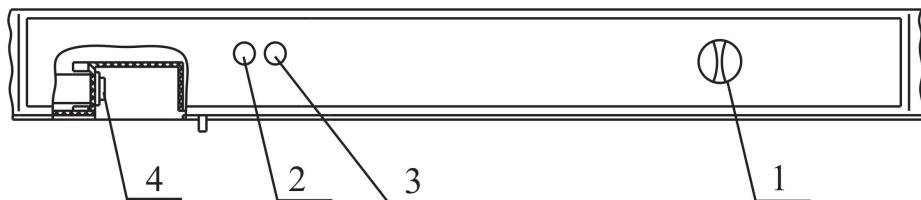

Рис. 2 Схема расположения приборов управления и сигнализации
6.1 Включение и отключение холодильника производится штепсельной вилкой сетевого шнура (не рекомендуется тянуть за сетевой шнур). Загоревшаяся зеленая лампа 2 (рис.2) на панели свидетельствует о том, что холодильник включен в электросеть. Желтая индикаторная лампа 3 горит при работе холодильника в режиме замораживания.
6.2 Температурный режим в холодильной камере устанавливается путем поворота ручки терморегулятора 1 (рис.2) до выбранного по шкале температурного режима. При этом:
6.3 Если Вы хотите сократить время замораживания продуктов, то можете использовать режим замораживания. Режим замораживания включается нажатием клавиши переключателя 4 (рис.2) . При этом на панели загорается индикаторная лампа 3 (рис.2).
ВНИМАНИЕ! Не позднее 24 часов после загрузки последней партии продуктов переведите холодильник в режим хранения, нажав клавишу переключателя 4, при этом индикаторная лампа 3 (рис.2) гаснет.